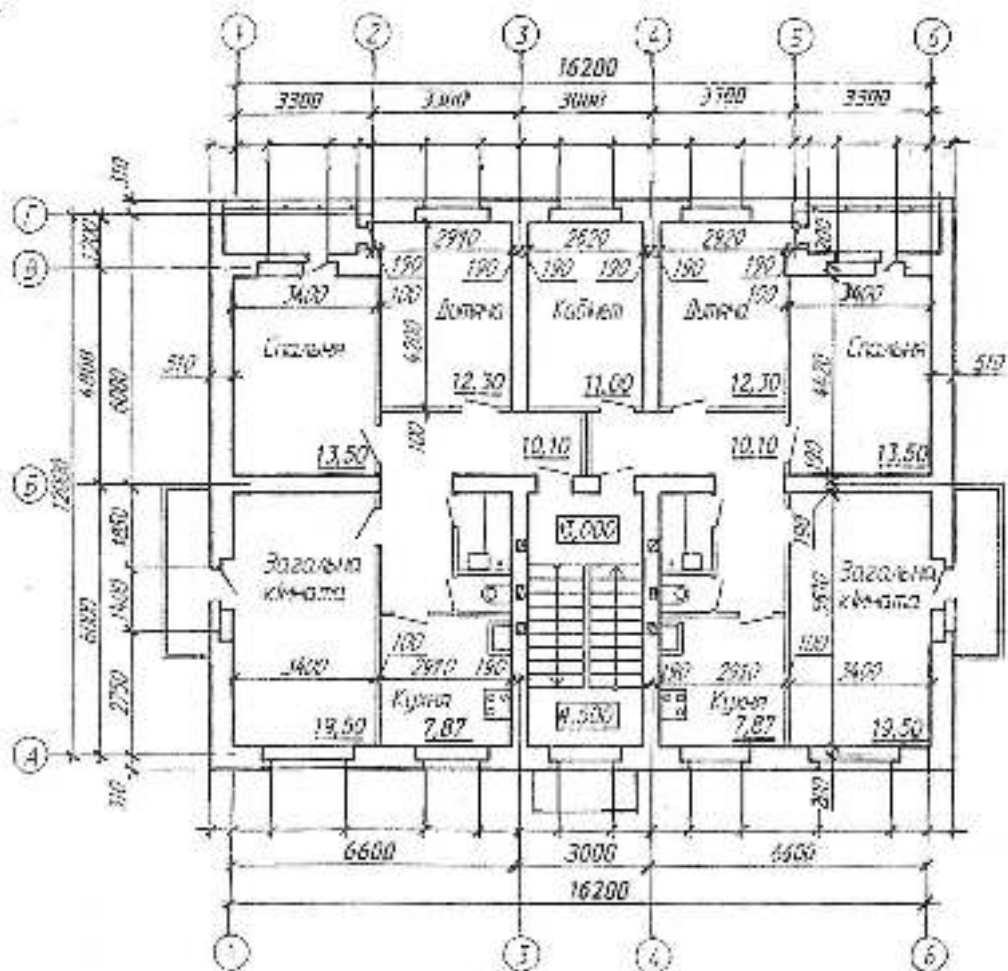

Рис. 25 – завдання № 12.
1. Для виконання завдання треба формат А3 (420x297 мм), зробити кресленик плану будівлі (рис. 25) .